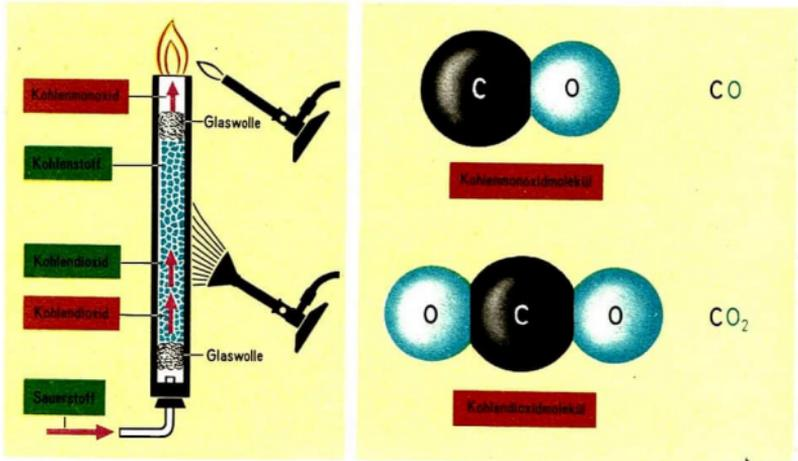

Abb. 60 Durch eine Folge von chemischen Reaktionen entsteht aus Sauerstoff und Kohlenstoff das brennbare Gas Kohlenmonoxid.
**Vorsicht!** Sauerstoff wird aus einem Gasentwickler in ein Verbrennungsrohr geleitet, das stark erwärmten Kohlenstoff enthält. An das Ende des Rohres wird eine Flamme gehalten (Abb. 60).